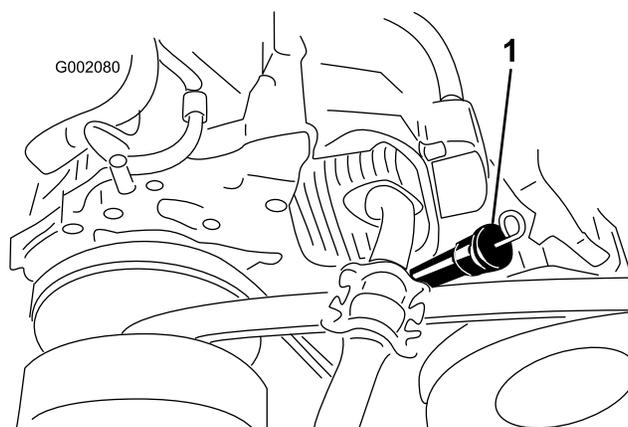
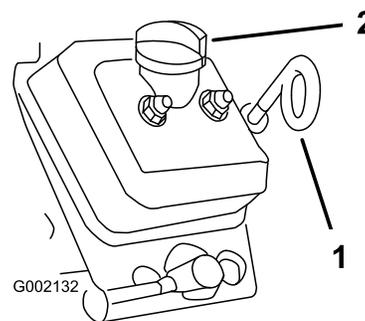

Figura 10
Figura 11
2. Limpe a zona em redor da vareta do óleo (Figura 10 para os modelos n.º 07266TC and 07279 e Figura 11